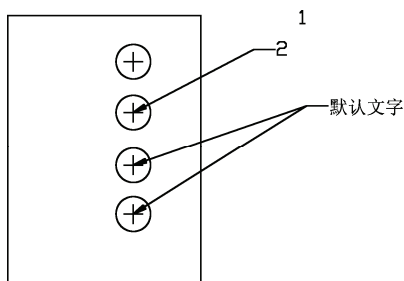

图 8-45 添加/删除多重引线
结果如图 8-45 所示。
- (1) 选择多重引线：选择要编辑修改的多重引线。
- (2) 选择要对齐到的多重引线：选择对齐到的目标多重引线。
- (3) 选项(O)：指定用于对齐并分隔选定的多重引线的选项。
- (4) 分布(D)：等距离隔开两个选定内容之间的内容。
- (5) 使引线线段平行(P)：调整内容位置，从而使选定多重引线中的每条最后的引线线段均平行。
- (6) 指定间距(S)：指定选定的多重引线内容范围之间的间距。
- (7) 使用当前间距(U)：使用多重引线内容之间的当前间距。
**【例 8.15】** 在图 8-45 所示的图形上将多重引线“默认文字”对齐到文字“2”所示的引线上。